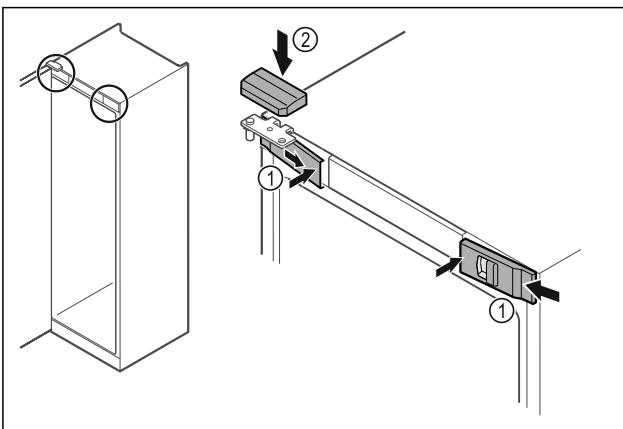

Fig. 50
- Αναρτήστε τα μπροστινά καλύμματα Fig. 50 (1) στο πλάι και κουμπώστε τα εσωτερικά.
- Κουμπώστε το επάνω κάλυμμα Fig. 50 (2) από πάνω.